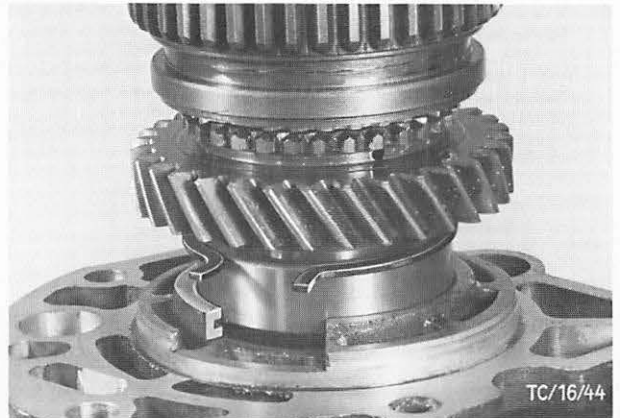

Abb. 103 Hauptwelle in die Getriebeverlängerung einpressen
34. Getriebeverlängerung in heißem Wasser erwärmen und mit der Hauptwelle (Vielkeilverzahnung mit Mehrzweckfett bestreichen) zusammenstecken. Den vorher lose aufgeschobenen Sicherungsring in die Nut der Getriebeverlängerung einsetzen. Abb. 103.